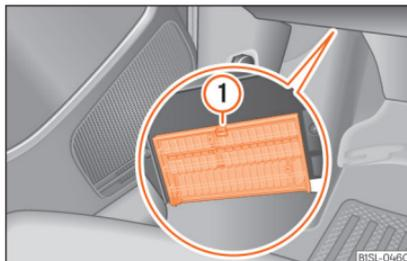

Abb. 45 Auf der Fahrerseite unter der Instrumententafel: Abdeckung des Sicherungskastens.
- **Öffnen:** Verriegelungshebel »» **Abb. 45** ① drücken, bis sich die Abdeckung öffnen lässt. Abdeckung nach unten aufklappen.
- **Schließen:** Abdeckung entgegen der Pfeilrichtung nach oben klappen, bis diese hörbar in den Verriegelungshebel ① einrastet.